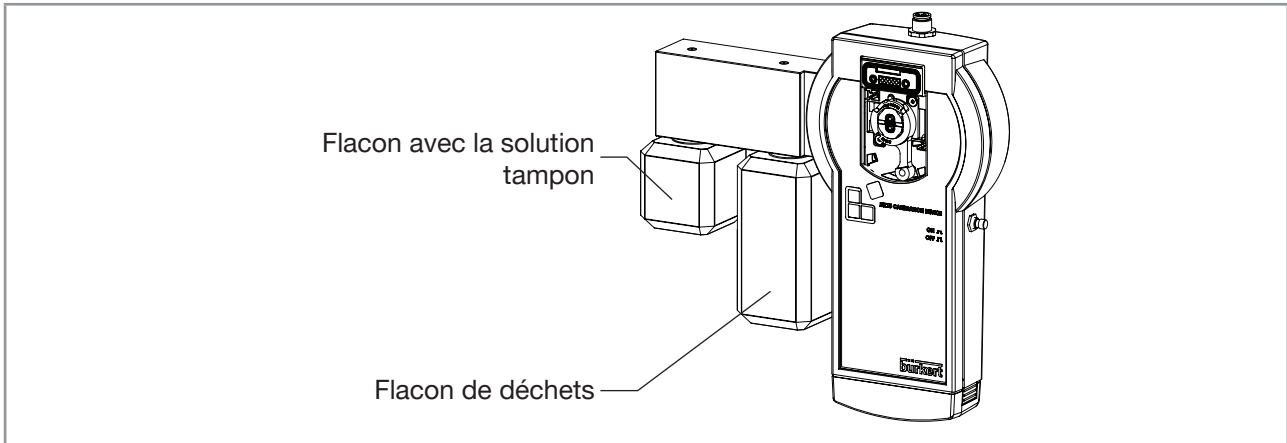

Fig. 11 : Outil manuel d'étalonnage et de nettoyage : position du flacon avec la solution tampon et position du flacon de déchets
- Visser le flacon avec la première solution tampon comme indiqué sur Fig. 11. Consulter le manuel d'utilisation du type MZ15.
- Visser le flacon avec la deuxième solution tampon comme indiqué sur Fig. 11.